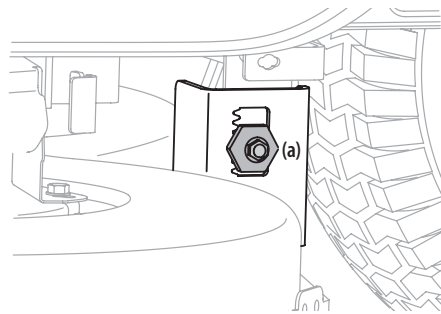

Figura 25
- Debajo de los guardabarros traseros dentro de las ruedas, hay un perno de cabeza hexagonal de ajuste de elevación para cada lado de la plataforma. Consulte la Figura 25.
- Afloje, pero NO extraiga, el perno de cabeza hexagonal (a) ubicado en el soporte de suspensión izquierda de la plataforma. Consulte la Figura 25.
- Una vez logrado el ajuste correcto, ajuste el perno de cabeza hexagonal (a) del soporte de suspensión izquierda de la plataforma. Consulte la Figura 25.